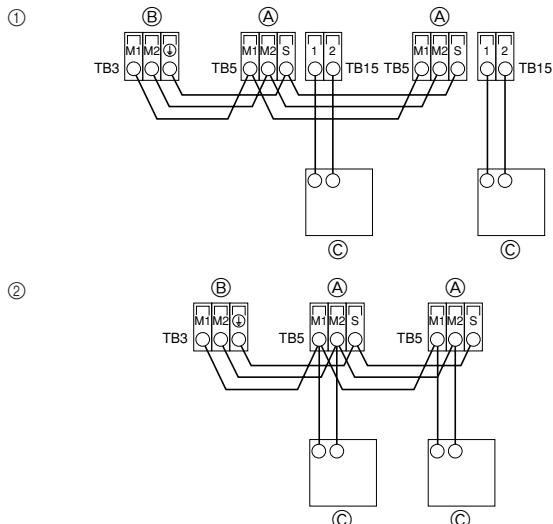

Fig. 4-2
4.2. 接驳遥控器、室内和室外传送电缆 (Fig. 4-2)